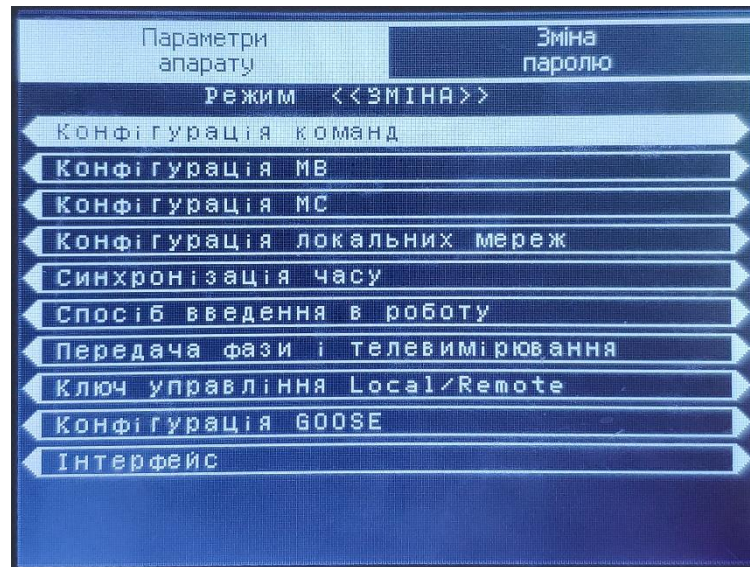

Рисунок 6 – Підрозділ « Параметри апарату»
2.1. «Параметри апарату» - підрозділ призначений для зміни або перегляду параметрів «ОРИОН» АПК ОІ ТХ (див. рисунок 6).